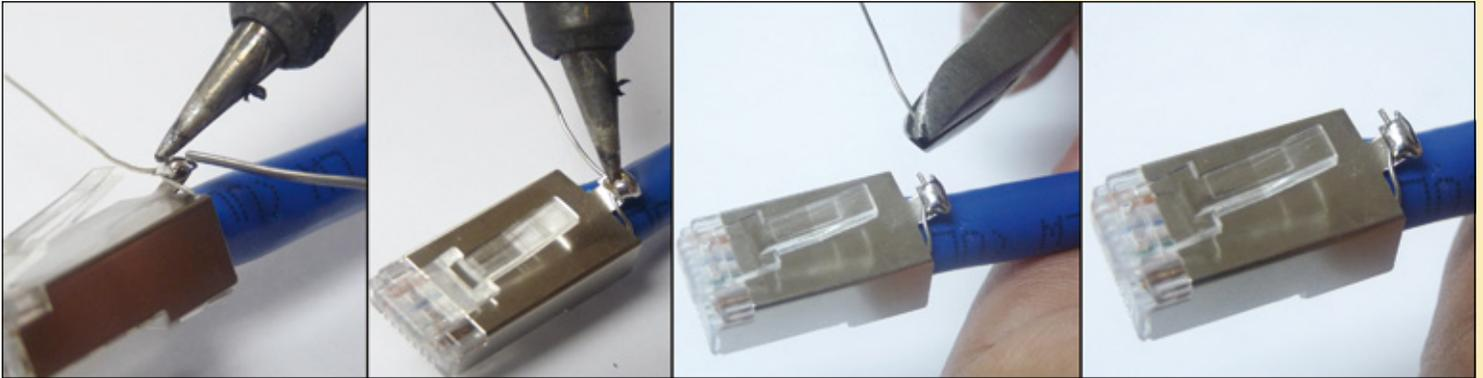

Figura 24
- 19 Proceda a calentar la pestaña con la punta del soldador y aplicar suficiente soldadura hasta que fluya, sin mover la pieza para que la soldadura no quede fría, no exceda la cantidad ya que no entrará en la bota, una vez esté lista y fría la soldadura, proceda a cortar el excedente del conductor de aterramiento, (Ver imágenes de la Figura 24).